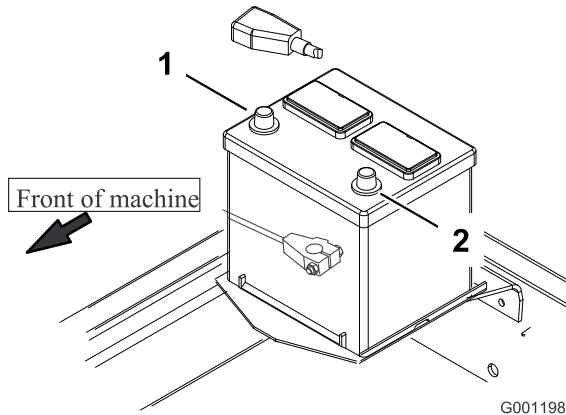

Figure 11
- Commencez par raccorder le câble positif (rouge) de la batterie à la borne positive (+) puis raccordez le câble négatif (noir) à la borne négative (-) (Figure 11). Placez le capuchon protecteur sur la borne positive pour éviter les courts-circuits.